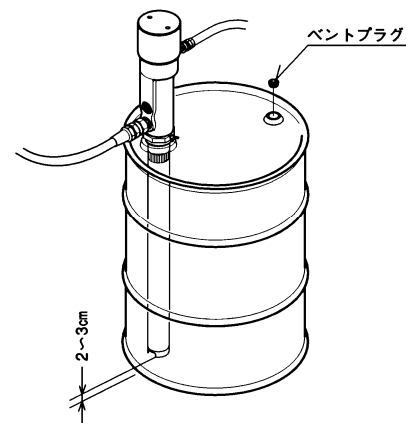

Fig.3
- 4) バングアダプターにポンプを差し込み、ポンプの下端（フートバルブ部）がドラム缶の底に当たったら、2~3 cm ポンプを持ち上げてドラム缶底とフートバルブとの間に隙間をとってください。位置が決まったら、バングアダプターの蝶ネジを締めてポンプを固定してください。(Fig.3)